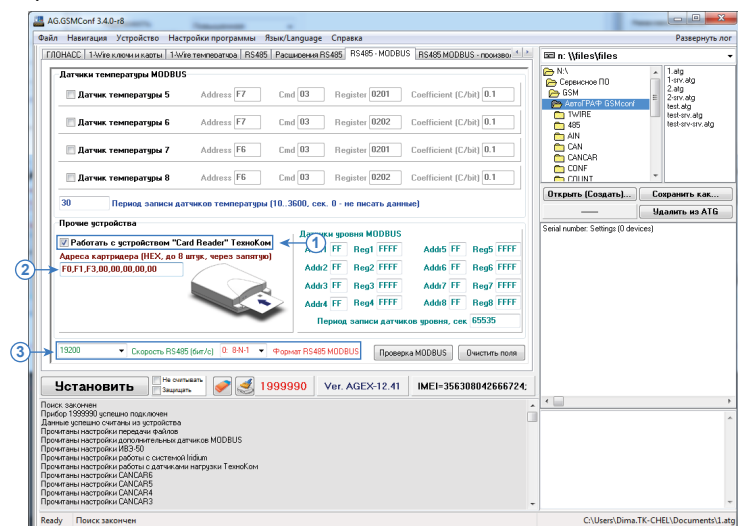

Рис.18. Настройка шины RS-485 контроллера «АвтоГРАФ».
- разрешите работу контроллера со считывателем, установив галочку напротив опции «Работать с устройством «Card Reader» ТехноКом» (Рис.18, п.1);
- в поле «Адреса картридера» (Рис.18, п.2) задайте адрес устройства «CardReader», подключаемого к контроллеру. Адрес должен быть задан в формате HEX (как и адрес считывателя в программе AGPConf). Одновременно к контроллеру могут быть подключены до 8 считывателей «АвтоГРАФ-CardReader»: Light, Light+» и «АвтоГРАФ-CardReader-SMART». Адреса всех подключаемых считывателей должны быть перечислены в этом поле.
- задайте формат и скорость работы интерфейса RS-485 (MODBUS) контроллера (Рис.18, п.3). Обратите внимание, что для возможности удаленной настройки и обновления прошивки считывателя через сервер посредством контроллера «АвтоГРАФ» в обоих устройствах должен быть установлен формат 8-N-1.